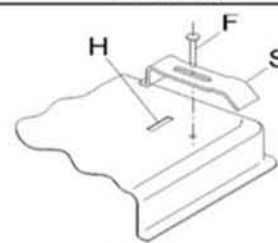

FIG. 14
- Retire a fita de papel que protege a junta, e coloque a placa na abertura do móvel. Fixe-a com os respectivos parafusos "F" nos ganchos de fixação "G" (ver fig. 14).